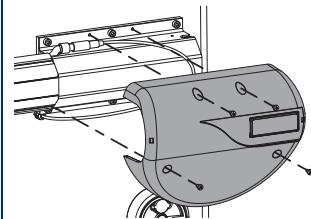

Fig. 12
17. Rimontare il carter di copertura della tasca porta asta, Fig. 12.
17. Fit again the cover of the rod pocket, Fig. 12.
17. Remonter le carter de protection de la flasque de support de la lisso, Fig. 12.